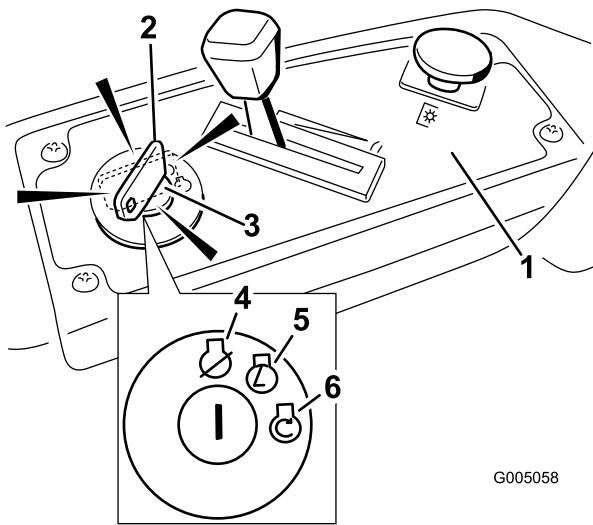

Figura 10
3. Prima di avviare il motore a freddo spostate la leva dell'acceleratore in posizione Starter (Figura 10).
4. Girate la chiave di accensione in posizione Start per attivare il motorino di avviamento; Rilasciatela quando il motore si accende (Figura 10).
5. Quando il motore è acceso, muovete la leva dell'acceleratore in posizione Fast (Figura 10). Se il motore stalla o esita, riportate la leva dell'acceleratore in posizione Starter per qualche secondo, portate quindi la leva dell'acceleratore nella posizione desiderata. All'occorrenza, ripetete il procedimento.
2. Posizionate la leva dell'acceleratore tra alta e mezza velocità (Figura 10).